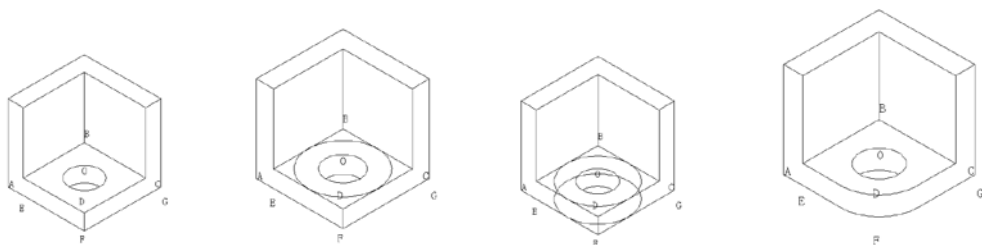

图 14.99 修剪效果 图 14.100 绘制椭圆 图 14.101 复制椭圆 图 14.102 修剪图形
(4) 使用“修剪”和“删除”命令, 删除图中不需要的线段, 如图 14.99 所示。